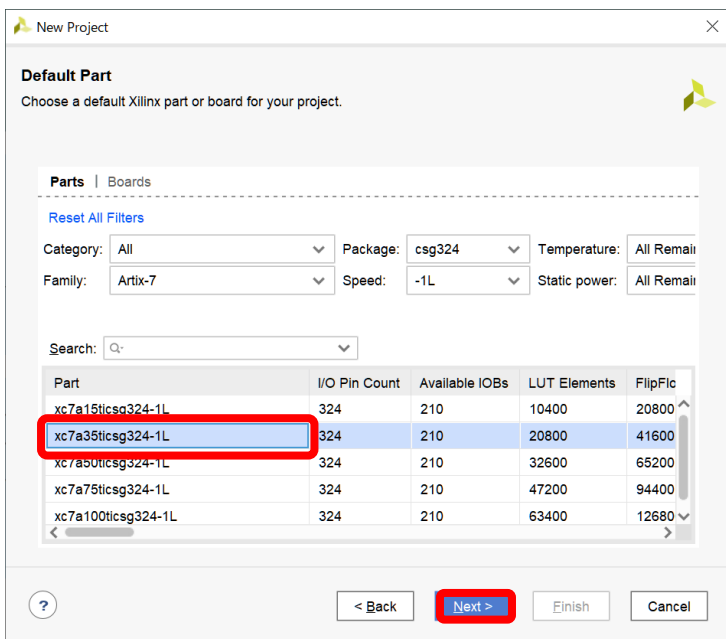

図 11.8 プロジェクトの作成および論理合成の手順 7
7) 「Family」および「Package」, 「Speed」を選択した後, 「xc7a35ticsg324-1L」を選択する (図 11.8)。